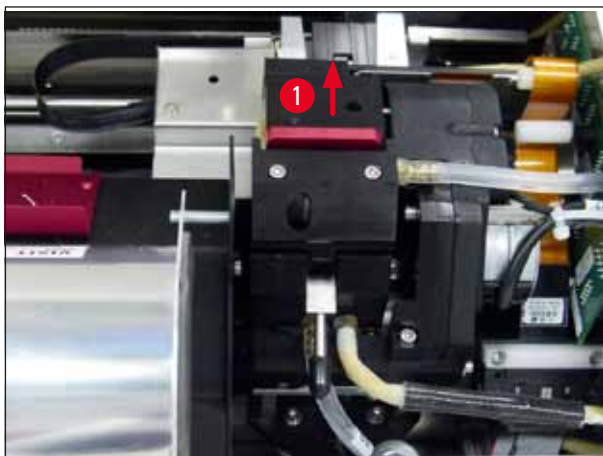

Fig. 52
2. Printheadet (→ "Fig. 52-1") kører opad til en position ca. 1 cm fra tætningskanten (→ "Fig. 52").